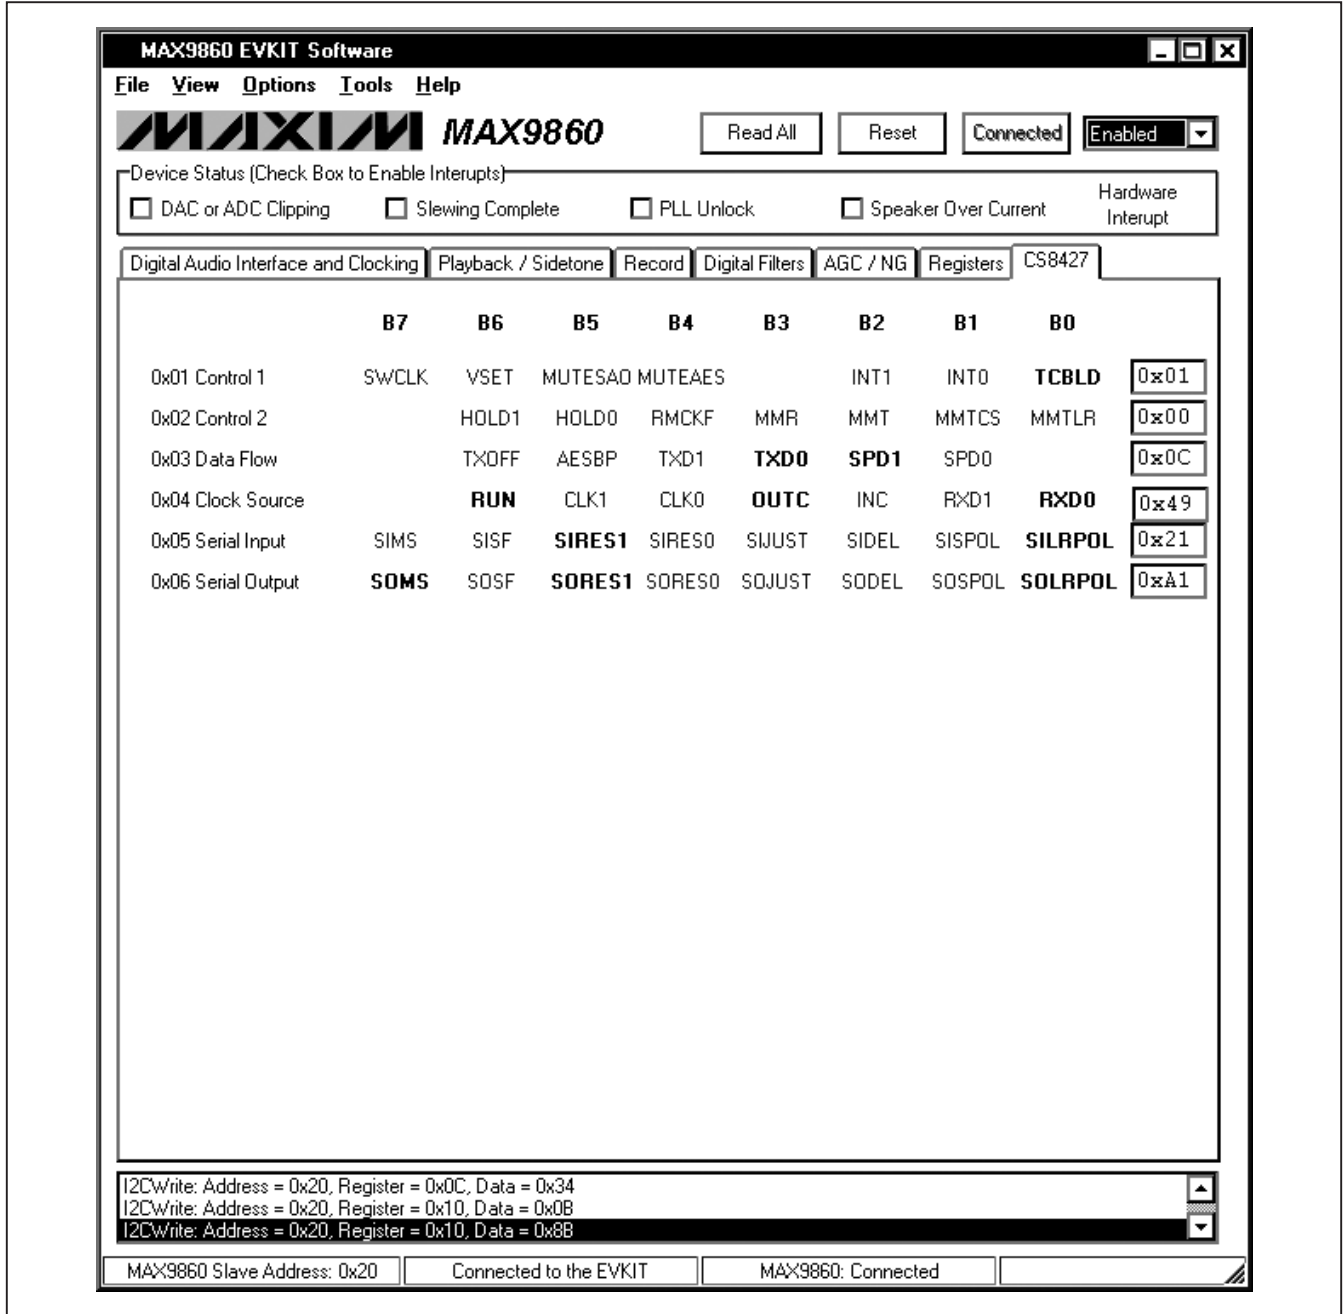

图8. MAX9860评估软件(CS8427标签页)
**CS8427**标签页(图8)在一个页面上显示与MAX9860评估板相关的CS8427寄存器值。若需修改某个寄存器值，在相应的编辑框内输入新值，然后按Enter键或点击GUI上的位名称。